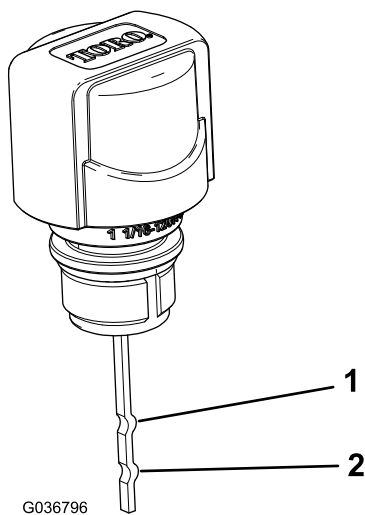

Рисунок 22
**Примечание:** Уровень жидкости должен находиться между отметками верхнего и нижнего предельного уровня на измерительном щупе (**Рисунок 22**).